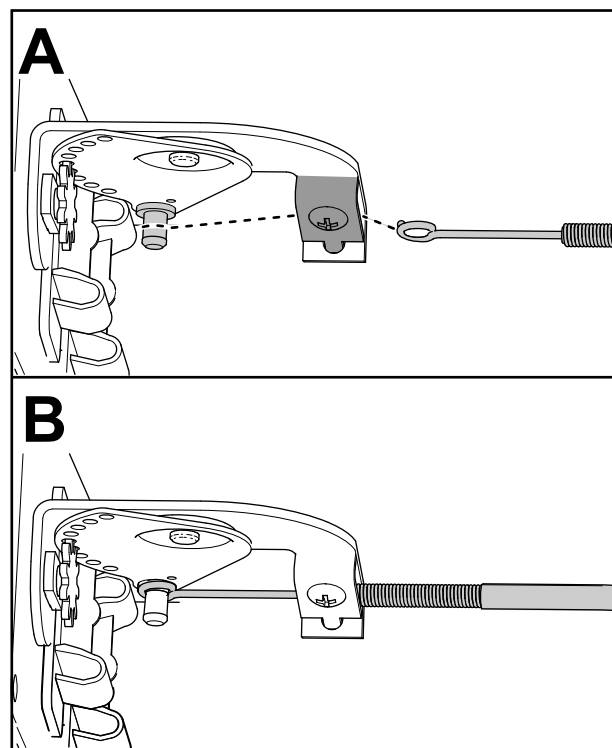

Figura 8
8. Assicuratevi che il selettore del riscaldatore si trovi sulla posizione centrale e collegate un'estremità del cavo di comando al retro del selettore del riscaldatore (Figura 8).